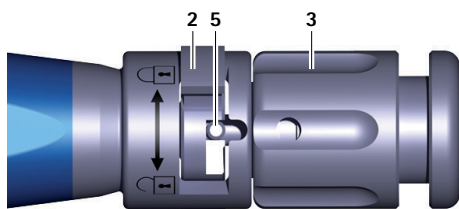
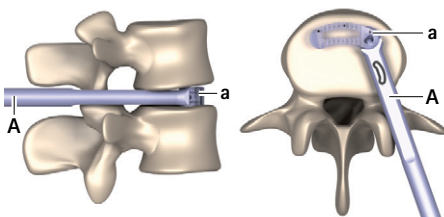

Fig. 3 Vue rapprochée de l'instrument d'insertion, bouton de commande fermé
Fig. 11 Implant en position définitive
- Tourner le bouton de commande 2 vers la droite (sens ⌚), voir Fig. 3.
- ▶ Tourner l'écrou de serrage **3** en sens inverse des aiguilles d'une montre (sens "forward") jusqu'à ce que la broche **5** se trouve entièrement dans le bouton de commande **2**, voir Fig. 3. Veiller ce faisant à ce que la broche **5** ne coince pas le bouton de commande **2**.
- ▶ Tourner le bouton de commande **2** vers la droite (sens ⤴), voir Fig. 3.
- Dès que la position définitive (voir Fig. 11) est atteinte: Tourner l'écrou de serrage **3** en sens inverse des aiguilles d'une montre (sens "forward") jusqu'à ce que la broche **5** se trouve entièrement dans le bouton de commande **2**, voir Fig. 3. Veiller ce faisant à ce que la broche **5** ne coince pas le bouton de commande **2**.
- Tourner le bouton de commande **2** vers la droite (sens ⤴), voir Fig. 3.